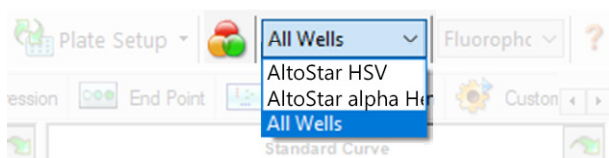

Figura 4: Botón Well Group (grupo de pocillos) y menú desplegable Well Group (grupo de pocillos)
En la ventana Data Analysis (análisis de datos), asegúrese de seleccionar el **Well Group** (grupo de pocillos) del kit AltoStar® HSV PCR Kit 1.5. Por tanto, haga clic en el menú desplegable **Well Group** (grupo de pocillos) junto al botón **Well Group** (grupo de pocillos) (consulte la figura 4) de la barra de herramientas. No utilice el **Well Group** (grupo de pocillos) «All Wells» (todos los pocillos). La selección de la figura 4 se usa como vista de ejemplo general.
1. En la ventana Data Analysis (análisis de datos), asegúrese de seleccionar el **Well Group** (grupo de pocillos) del kit AltoStar® HSV PCR Kit 1.5. Por tanto, haga clic en el menú desplegable **Well Group** (grupo de pocillos) junto al botón **Well Group** (grupo de pocillos) (consulte la figura 4) de la barra de herramientas.